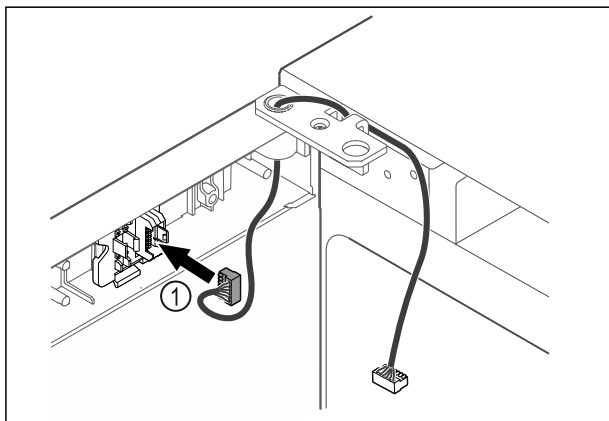

Fig. 45
- ▶ Вкарайте щекера Fig. 45 (1) в държача на щекера.